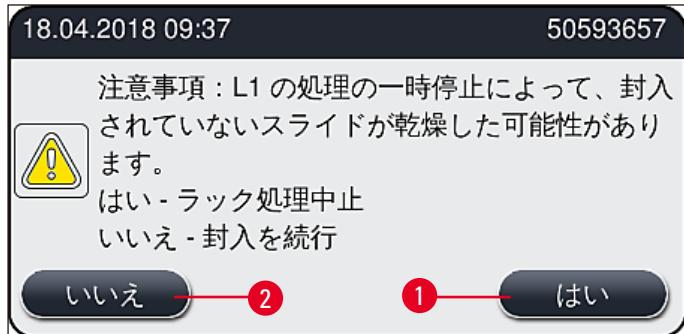

図 111
9. 装置ソフトウェアが消耗品の充填量スキャンを実行します。チェックが終了すると、情報メッセージが表示されます (→ 図 111)。